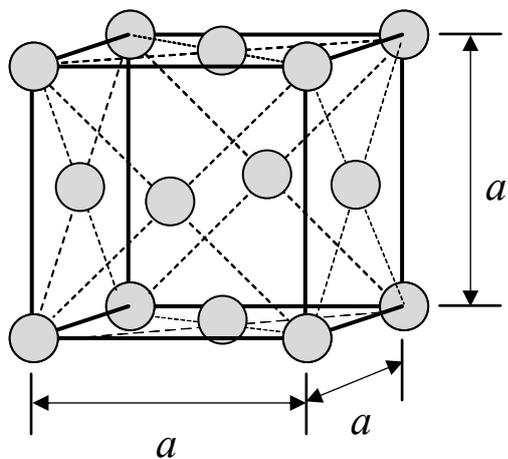

図1 面心立方構造の原子配列模式図
- (1) 図 1 は金属に見られる代表的な結晶構造の一つである面心立方構造の原子配列の一つの単位を模式的に示したものです。この結晶構造の最近接原子の数（配位数）を答えなさい。
- (2) 図 1 に示した結晶構造の格子定数を a としたとき、最近接原子間距離 L を式で表しなさい。
- (3) 図 1 に示した結晶構造を持つ金属における代表的なすべり系をミラー指数により答えなさい。
- (4) 図 1 に示した結晶構造を持つ金属を二つ挙げなさい。
- (5) 結晶構造あるいは結晶方位を同定する代表的な装置を二つ挙げ、それぞれの装置の測定原理または測定方法を簡単に説明しなさい。
- (6) 金属材料は、その製造工程の中で特定の結晶方位に優先して配向する傾向があります。このように材料を構成する結晶粒が特定の方向に優先的に配列した状態（組織）は何と呼ばれるか答え、それを積極的に利用して機械的特性あるいは電気的特性を制御している事例を一つ挙げて説明しなさい。